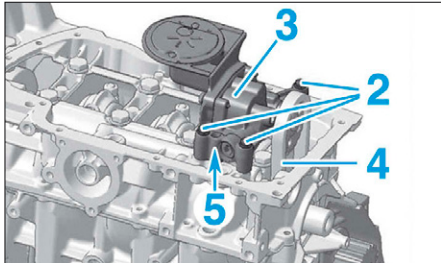

FIG. 9
- Déposer les vis (2) de la pompe à huile (3) (Fig.9).
- Basculer la pompe et dégager la chaîne (4) du pignon de la pompe à huile.